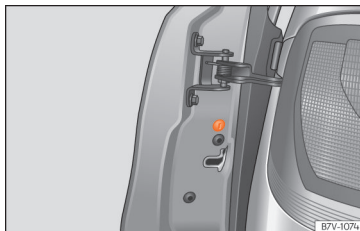

Abb. 96 Im vorderen Teil der Schiebetür: Notverriegelung, durch eine Gummidichtung verdeckt.
- Gummidichtung in der Stirnseite der Tür entfernen. Die Dichtung ist mit einem Schloss gekennzeichnet  »» **Abb. 96.**